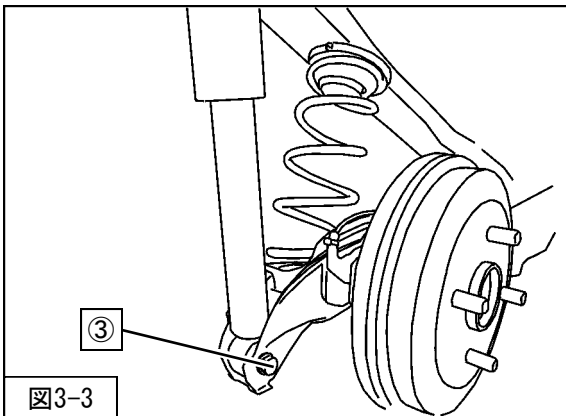

図3-3
4. ③リアショックアブソーバASSYロア取付ボルト・ナットを取外してください。(図3-3)
6. アクスルビームを支えているジャッキをゆっくり下げながら、スプリングアッパーシート、スプリング、スプリングロアシートを車両から取外してください。(図3-3)